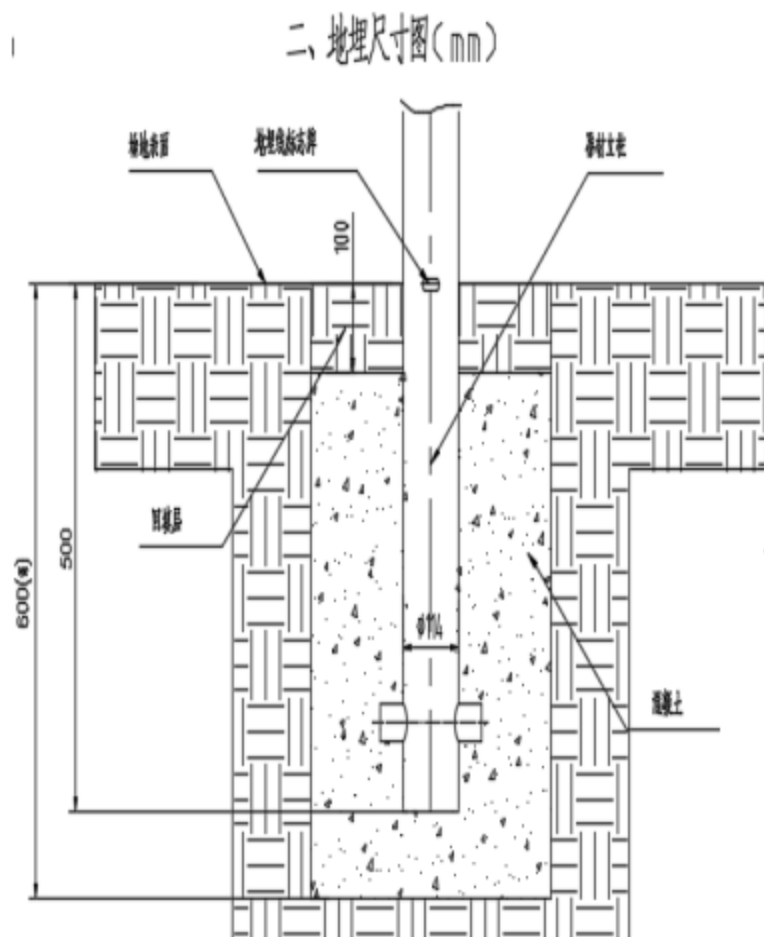

图5
6) 养护7天以后，将器材按下图进行安装（如图5），；向混凝土基坑中回填